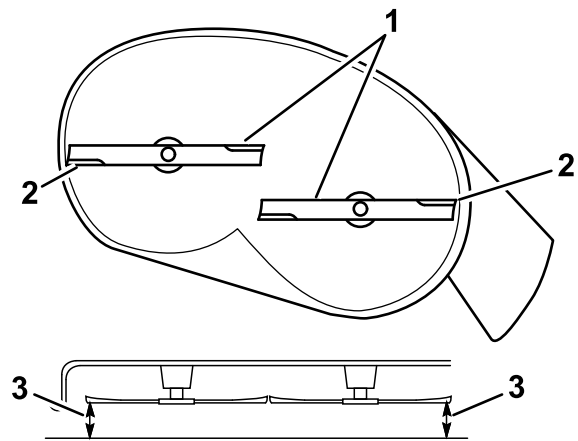

Figura 67
5. Mida entre los bordes de corte exteriores y la superficie plana (Figura 67).